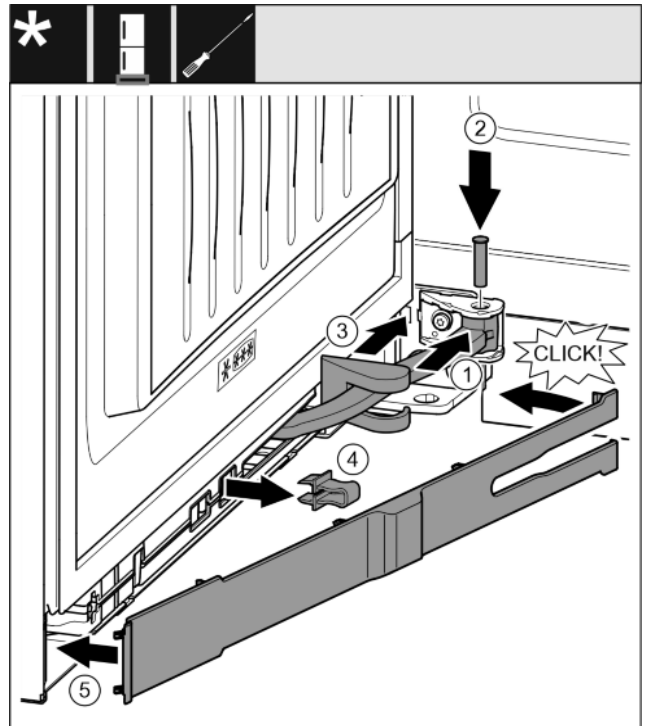

Fig. 37
- ▶ Okrenite zglob u ovjesu. *Fig. 37 (1)*
- ▶ Pomoću odvijača T15 stavite svornjak u ovjes i zglob. Pritom pazite da ispuščenje za blokiranje ispravno dosjedne u utor. *Fig. 37 (2)*
- ▶ Pomaknite pokrov podloška ležaja uzduž zgloba i montirajte ga iznad ovjesa. *Fig. 37 (3)*
- ▶ Skinite osigurač. *Fig. 37 (4)*
- ▶ Postavite masku na strani prijanjanja i zakrenite ju prema unutra. *Fig. 37 (5)*